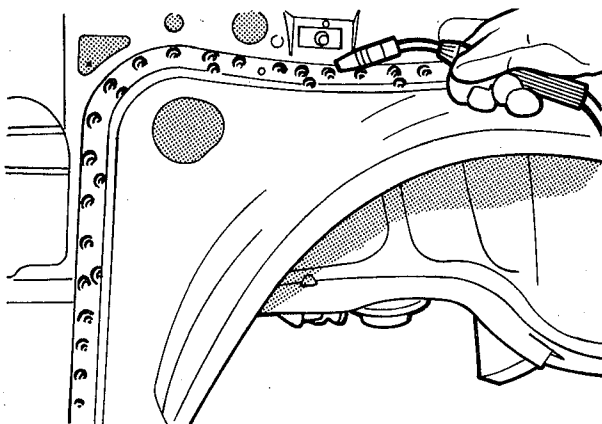

fig. 165
7. Soldar, pelo sistema MIG, as uniões do novo painel ao painel lateral interno (fig. 165)